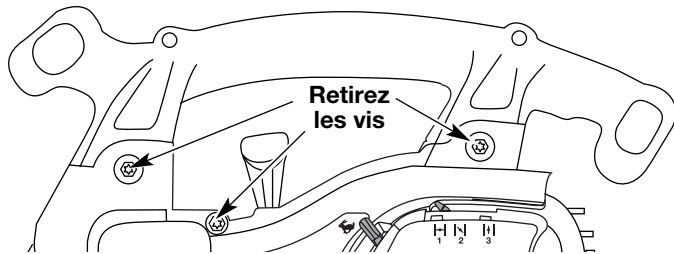

Fig. 33
1. Dévisser les deux vis de la poignée à l'aide d'un tournevis plat ou Torx T20, tout en maintenant les écrous avec une clef à pipe de 3/8 (Fig. 33).
2. Retirer le boulon supérieur situé à côté de la poignée du cordon du démarreur avec les outils mentionnés à l'étape 1 (Fig. 33).